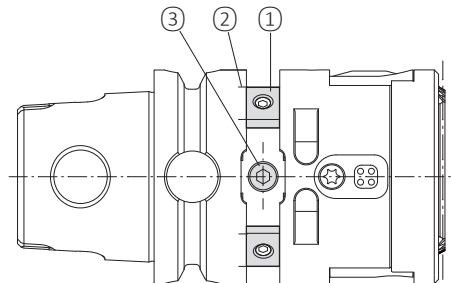

Fig. 8
4.4 Equilibrado (Fig. 8)
No se permite usar la herramienta sin el tapón de tornillo ③ adherido (Fig. 8) en la entrada de la ranura de equilibrado.